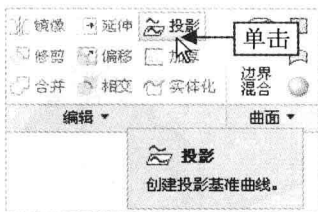

图 9-20 单击“投影”按钮
Step 02 在“功能区”选项卡的“模型”选项卡中,单击“编辑”面板中的“投影”按钮,如图 9-20 所示。